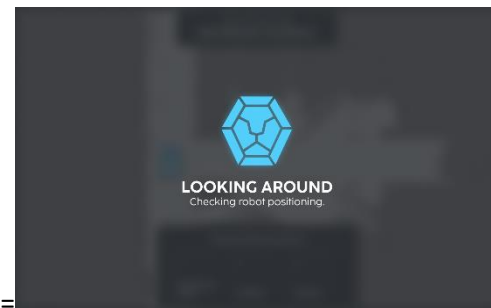

Fig. 5
5. Déplacez manuellement le robot vers un point de localisation sélectionné sur la carte, puis sélectionnez le bouton de localisation. Attendez que le robot vérifie son environnement (Fig 5).